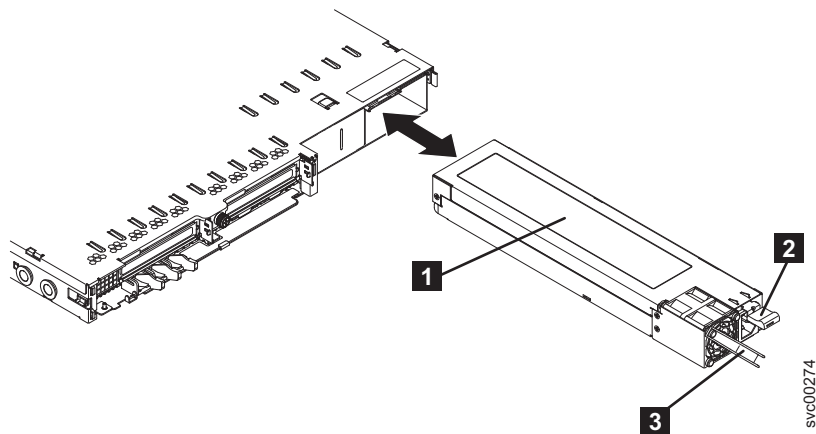

図 160. SAN ボリューム・コントローラー 2145-8G4 電源機構
1. 電源機構の後部のハンドルをつかんで (図 160 を参照)、所定の位置でカチッと音がするまで、電源機構をノードに向かって前方に完全にスライドさせます。